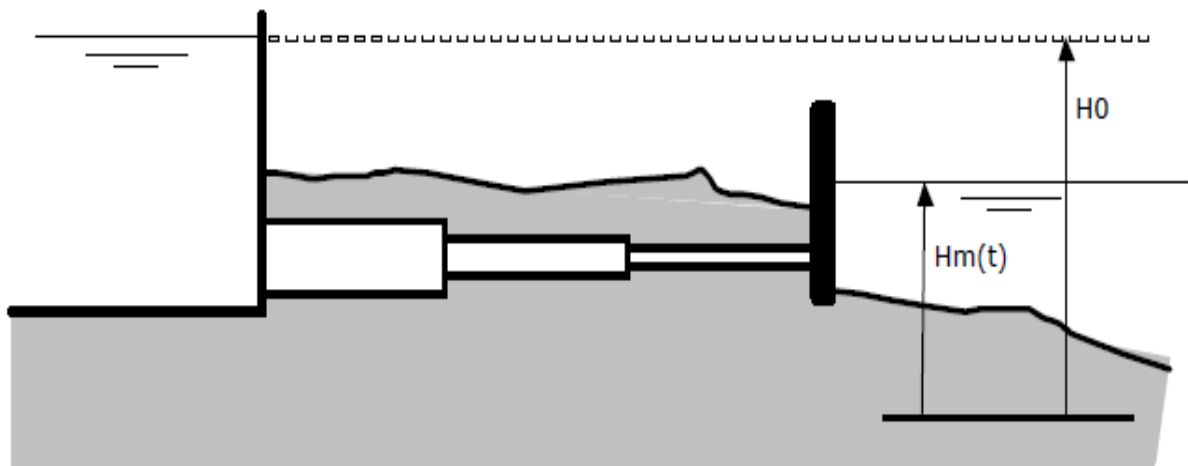

Figura 2.2.: Esquema Pregunta 2, parte b.
**Parte b.** Considerando las condiciones de la Figura 2.2., es posible plantear la ecuación de Euler para la tubería considerando un forzamiento desde aguas abajo, producida por la marea.